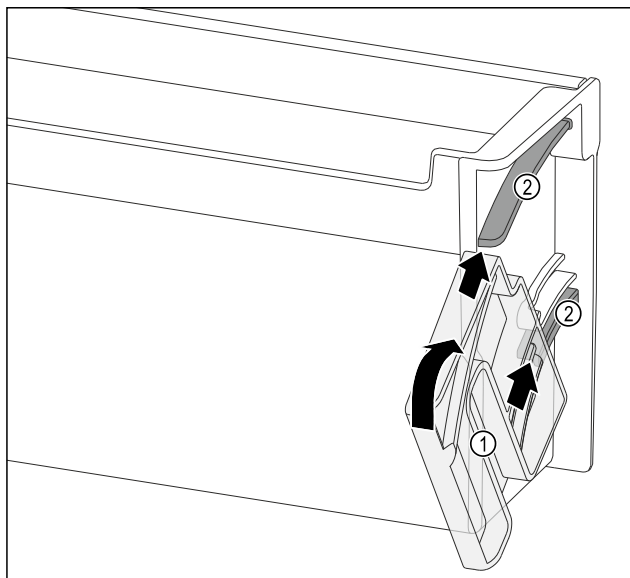

Fig. 114
- Umiestnite otočnú jednotku Fig. 114 (1) tak, aby sa vybrania nachádzali presne oproti vodiacim kanálom Fig. 114 (2) odkladacieho priestoru vo dverách.
- Otočte otočnú jednotku Fig. 114 (1) do uvedeného smeru.